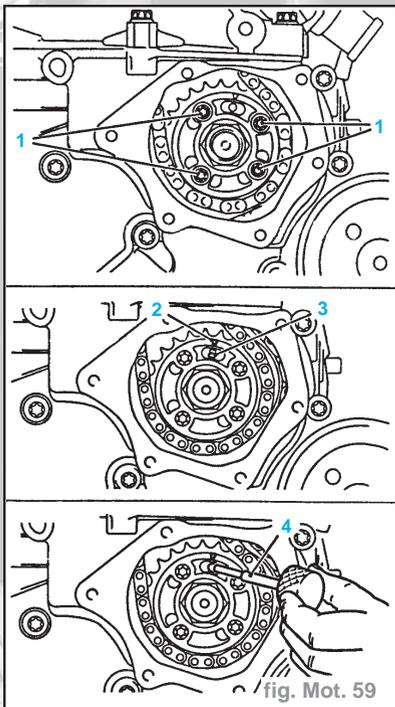

fig. Mot. 59
- Introduire la chaîne de commande simple par le carter de distribution et placer le pignon de la pompe d'injection simple dans la chaîne de commande. La flèche (2) doit s'aligner sur la bride de pompe d'injection et l'alésage de fixation (3) dans la pompe d'injection (fig. Mot. 59).
- boulon de déverrouillage (1).
- Serrer à fond les vis de fixation (1) de la roue de la pompe à injection simple. Couple de serrage : **2,8 daN.m** (fig. Mot. 59).